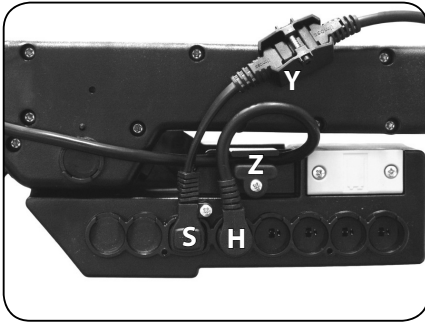

Abb. 6.2.04 - Steuerung
3. Schließen Sie die Handbedienung (H) an die Steuerung an und sichern Sie das Zuleitungskabel der Handbedienung mit der Zugentlastung (Z) nach Abbildung 6.2.04. Lösen Sie hierzu die Abdeckung mit einem Schraubendreher Kreuzschlitz, positionieren Sie das Zuleitungskabel in der Zugentlastung und schrauben Sie die Abdeckung fest.